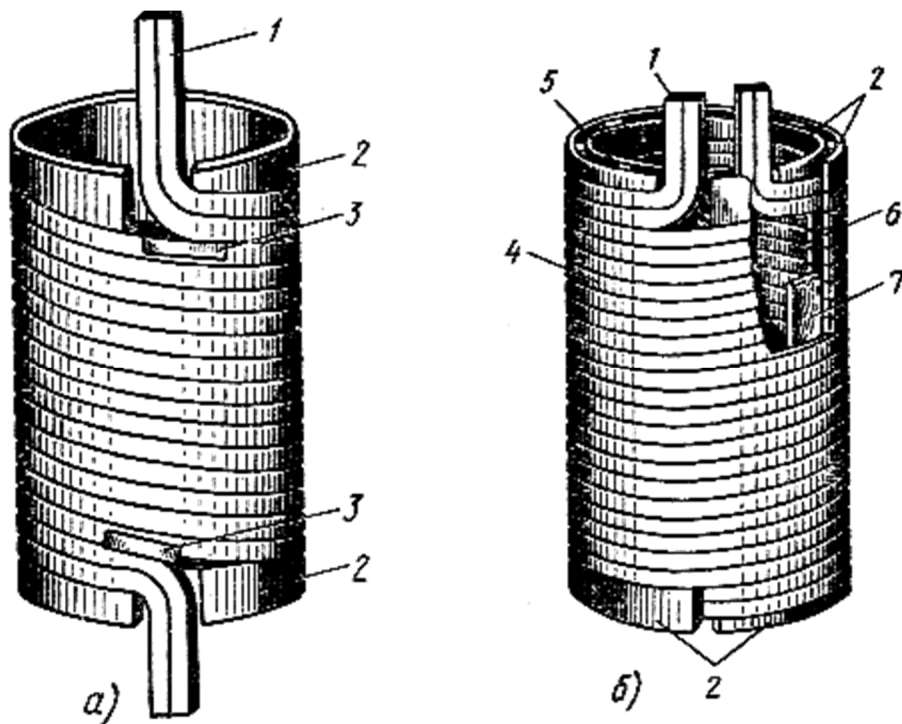

Рис.1. Цилиндрические обмотки:
**Ремонт обмоток** (рис.1, а, б) в большинстве случаев сводится к замене клиньев, прокладок и других изолирующих обмотку элементов. Для проводов прямоугольного профиля большого сечения обычно ограничиваются заменой повреждённой витковой изоляции. Переизоляция провода небольших однослойных катушек, как правило, выполняется вручную.